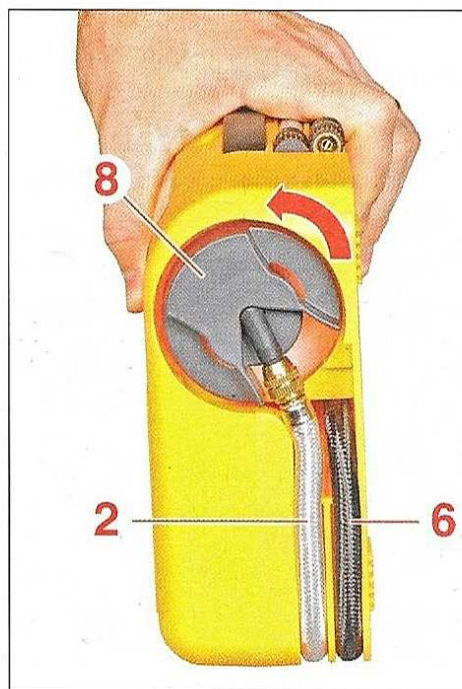

FIG.3
- Ranger le tuyau noir (6) (Fig.3).
- Sortir le tuyau blanc (2).
- Positionner le kit de dépannage verticalement, tête de la cartouche (8) vers le bas.
- Dévisser complètement la cartouche (8) et la déposer.